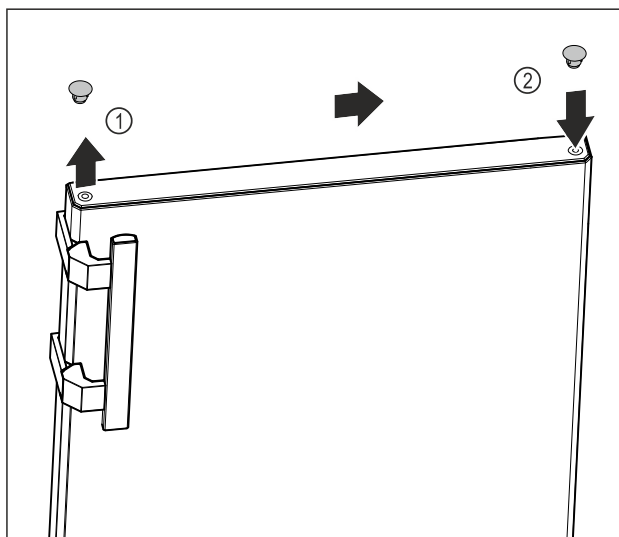

Fig. 10
- ▶ Løft forsigtigt dækproppen på dørens overside Fig. 10 (1) af ved hjælp af en kærnskruetrækker.
- ▶ Indsæt dækproppen på den modsatte side. Fig. 10 (2)